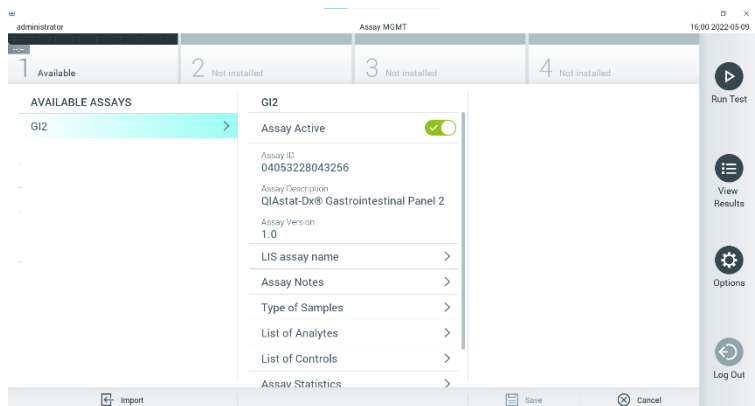

Figura 57. Ativando o ensaio.
7. O ensaio é ativado selecionando Assay Active (Ensaio ativo) (Figura 57).